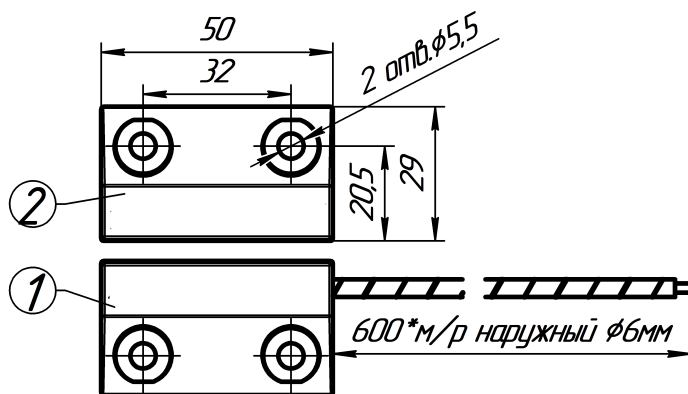

Рис.2 Извещатели модификаций Б2П, Б2П В, Б2М, Б3П, Б3М, «Антисаботаж»
| 9      | ИО102-50 Б2П            | Рисунок 2   | с двумя контактами (рис.3а) | пластик          | (1) без рукава(2) пластик(3) оцинкованная сталь(4) нержавеющая сталь |
| 15     | ИО 102-50 «Антисаботаж» | Рисунок 2   | с двумя контактами (рис.3а) | пластик          | 2 провода – вывод геркона2 провода антисаботажный шлейф                      |
1.13 Расположение и диаметр крепежных отверстий ИО102-50 приведены на рис.1 и рис.2.